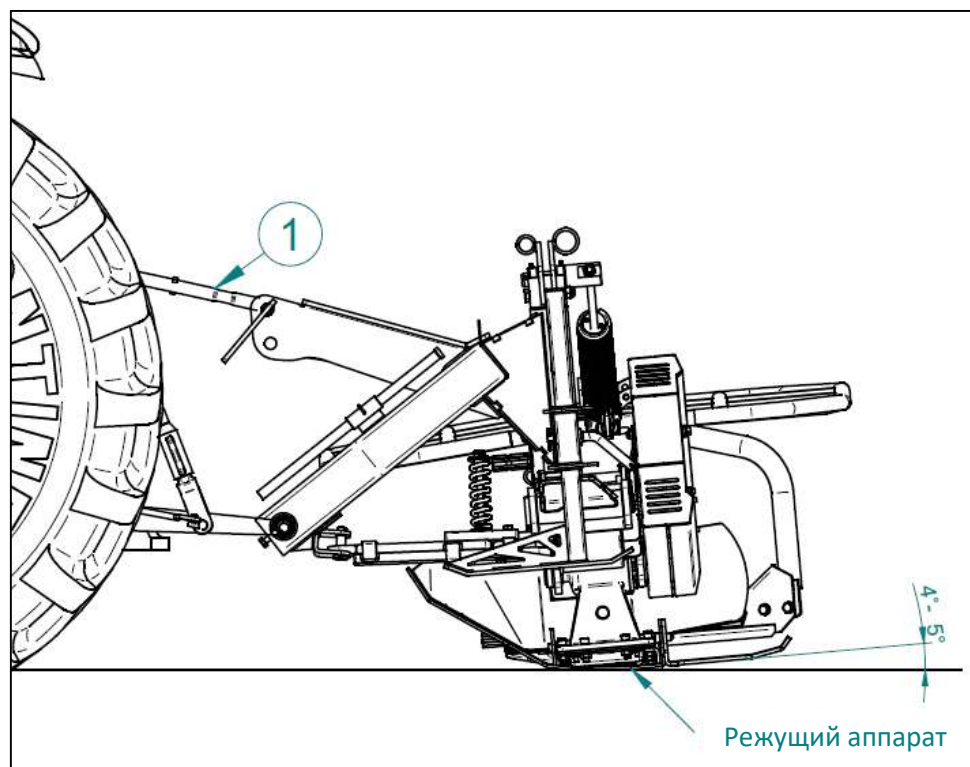

Рис.13 Регулировка высоты скашивания
После установки косилки на тракторе необходимо отрегулировать высоту скашивания, регулируя длину соединительного элемента (1) таким образом, чтобы достичь угол $4\pm 5^\circ$ по отношению к поверхности. Уменьшение угла увеличивает высоту скашивания. Рис.13